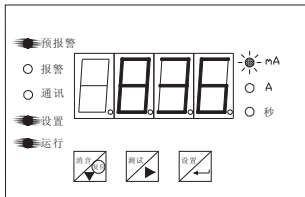

图8：修改状态（预报警值修改）
状态3(修改状态)：预报警值修改（如图8所示），预报警时间修改，报警值修改，报警时间修改，通讯地址修改。
a) 在浏览状态下（如图二所示的预报警值浏览），按下”毕蛭”冷按键，进入预报警值的设置修改状态，“mA”灯闪烁，如图8所示